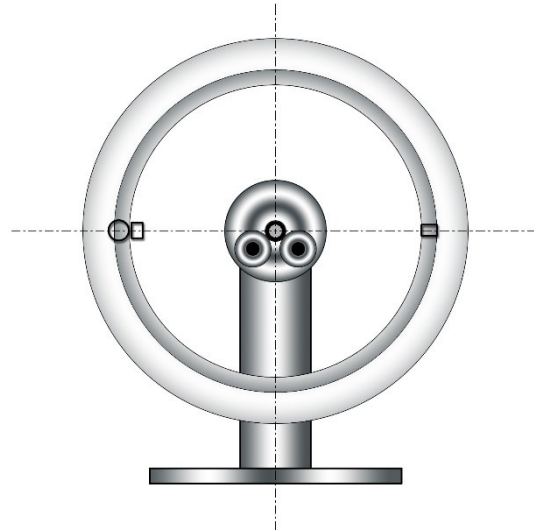

Figure 2 : Roue neutre de repos
Abb./Afb./Avb./Fig. 2
5. Au point le plus léger, ajoutez autant au poids provisoire que la jante tourne d'environ 90° (voir Fig. 2). Pour une jante de roue moto vide, un maximum de 30 g de poids d'équilibrage devrait être nécessaire. Si vous avez besoin de plus de poids, vous devez vérifier la jante et les accessoires pour les dégâts ; vérifiez p. ex. l'excentricité radiale.